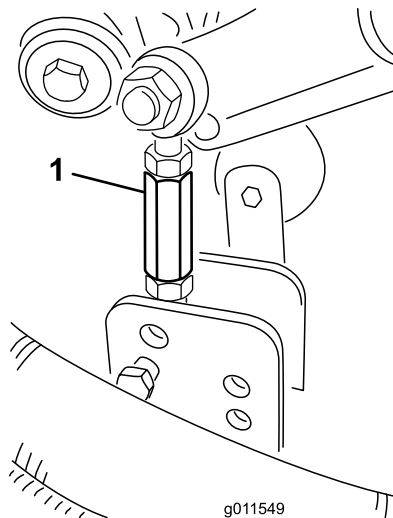

Bild 30
- Entfernen Sie die Splints und Lastösenbolzen, mit denen die Stoßdämpferlenker an den Mähwerkhalterungen befestigt sind (Bild 30).